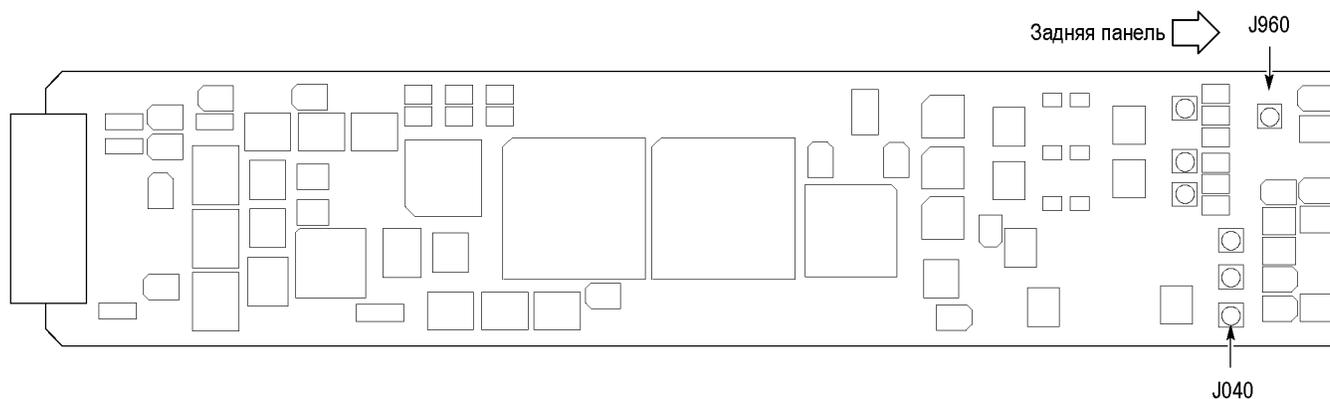

Рис. 12: Расположение разъемов J040 и J960 на модуле AGL7
1. Отсоедините коаксиальный кабель от разъема с отметкой **J040** на модуле AGL7. (См. рис. 12.)